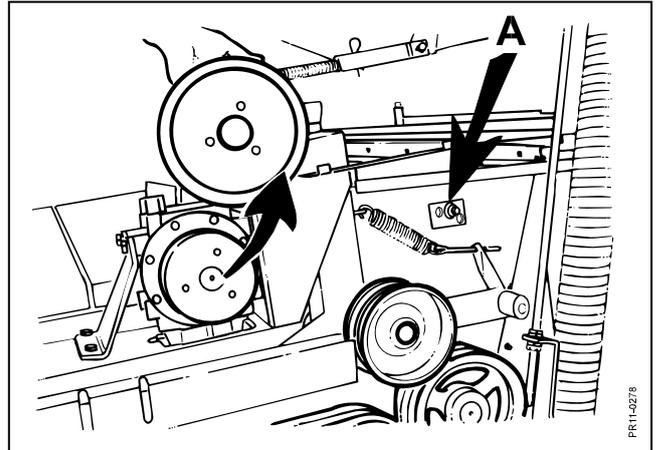

Fig. 3-20
**Fig. 3-20** Pour obtenir la vitesse **670 Tr/mn**, il faut démonter la grande poulie (cette grande poulie est montée sur une plus petite). Utiliser les trois courroies fournies avec la machine.